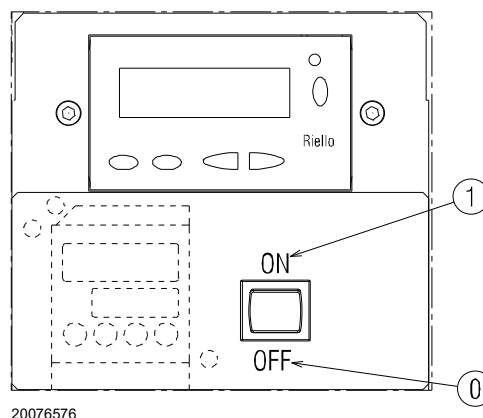

Fig. 30
Alimentați electric arzătorul prin intermediul deconectorului de pe panoul centralei. Închideți termostatele/presostatul și puneți comutatorul Fig. 30 în poziția „1/ON”.
- așezați Fig. 30 în poziția „0/OFF” și așteptați ca controlul flăcării să se oprească;
Arzătorul este în starea de așteptare a cererii de căldură sau comutatorul „0-1” (Fig. 30 la pag. 31) este în poziția „0”.